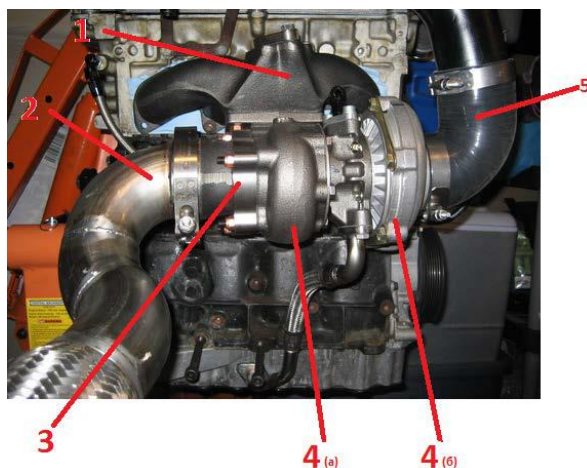

Рис. 8.5.
- Часть элементы системы выпуска представлена на рис. 8.5.